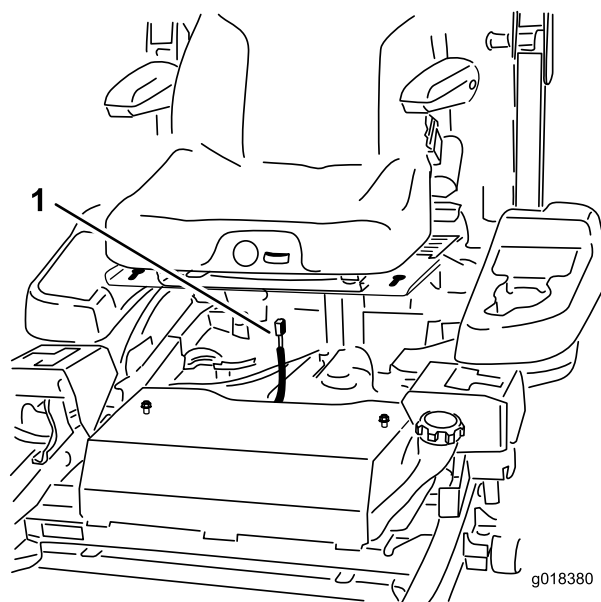

Figura 63
9. Desenchufe el conector del arnés del interruptor del asiento, situado debajo del asiento (Figura 63).